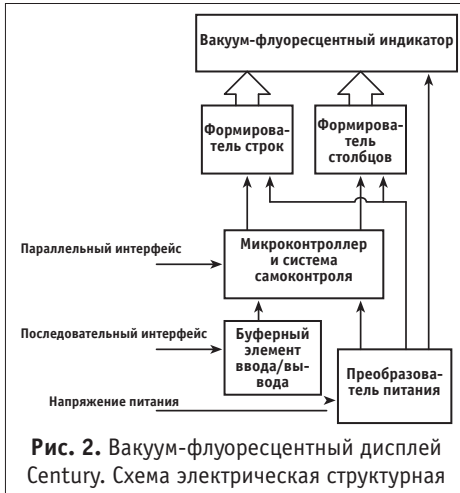

Рис. 2. Вакуум-флуоресцентный дисплей Century. Схема электрическая структурная
Рассмотрим структурную схему и интерфейс дисплеев серии 036X2. Как и все устройства данного класса, дисплеи имеют сам ВФ-индикатор (рис. 2), устройства формирования
- внешний регулятор уровня яркости, в качестве которого рекомендуется применять потенциометр 100 кОм (рис. 2);